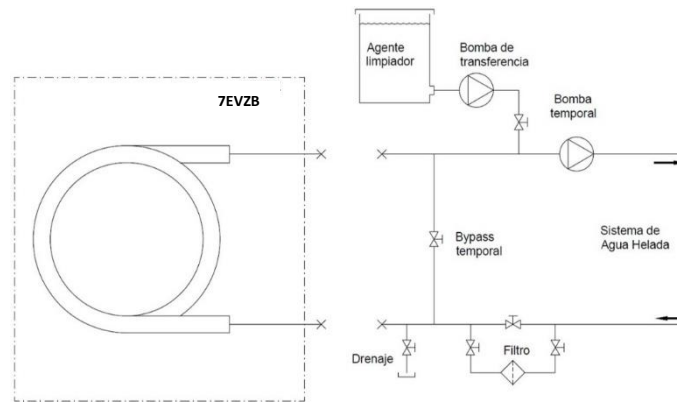

Figura 4.
- Instale un bypass temporal y aisle el chiller con tapones, para evitar que agua sucia y/o partículas extrañas entren a la bomba y al evaporador durante el lavado. Use una bomba temporal durante el proceso de limpieza. Además, asegúrese de que el drenaje tiene la capacidad para desaguar completamente el sistema después de la limpieza (ver Figura 4).